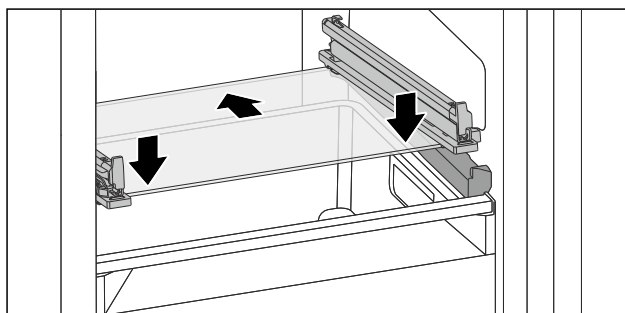

Fig. 74 Placa de vidrio del cajón inclinable
- Coloque la placa de vidrio inclinada detrás de los topes. (consulte Fig. 74)